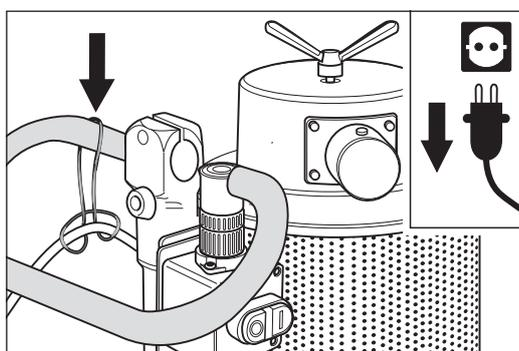

Abb. 15 Das Verlängerungskabel am Staubabscheider vorbeiföhren und den Zugentlastungsring am Haltebügel einhängen.
- 3 Föhren Sie das Verlängerungskabel am Staubabscheider vorbei und hängen Sie den Zugentlastungsring am Haltebügel ein (Abb. 15).